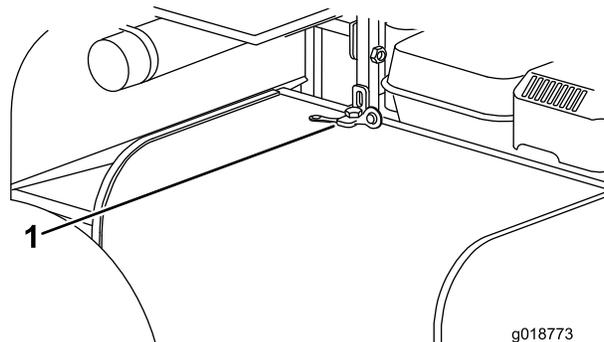

図 21
1. 後カバーの取り付けボルトを外してカバーを外す（図 21）。